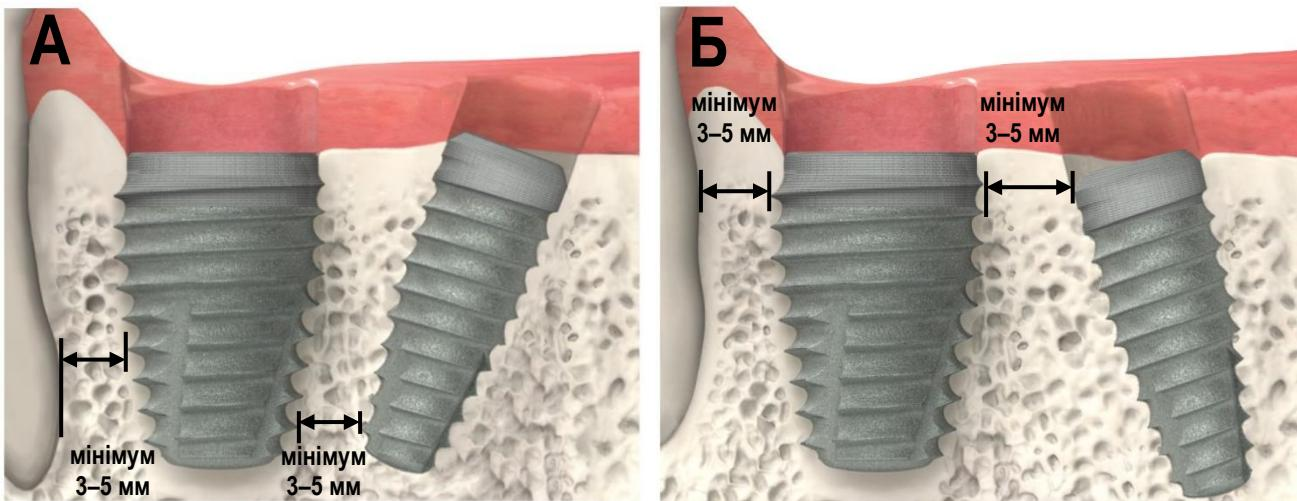

Рисунок 1. Попередження та запобіжні заходи (3)
Зубні імплантати можуть вийти з ладу з ряду причин, включно з перевантаженням через неправильну оклюзію, втомую металу та надмірним затягуванням імплантату під час встановлення. Певний відсоток імплантатів може не досягти остеоінтеграції або не зберегти її, про що свідчиме рухливість, і їх слід видалити. Потенційні причини перелому абатменту включають, крім іншого: вилівок під кутом більше 30 градусів, вилівок з титану за температуру вище 2010 °F (1099 °C), недостатню підтримку імплантату при прикріпленні до пародонтологічно пошкоджених зубів, непасивну посадку супраструктури, неповну посадку цементованих абатментів та надмірний проміжок консольних мостів. Імплантати малого діаметра з кутовими або прямими абатментами призначенні для передньої частини рота і не призначенні для задньої частини рота через можливий вихід імплантату з ладу. Імплантати Коренеподібний IM (Tapered IM) (1) обмежені ділянкою моляра; (2) обмежені лише одним імплантатом на місце видалення моляра; (3) повинні розташовуватися на відстані 3-5 мм від сусідніх імплантатів або зубів, при цьому відстань від апікальної частини імплантату до сусіднього імплантату або точки контакту імплантату з зубом має становити 3 мм до корональної частини альвеолярного гребеня (**Рисунок 1**); (4) має бути щонайменше 1,5 мм від щічної або лінгвальної альвеолярної поверхні, щоб забезпечити адекватну інтеграцію; і (5) використовуються, коли хірург визначив, що розміщення імплантату меншого діаметру збільшить імовірність несприятливого результату через низьку первинну стабільність або збільшення кількості хірургічних процедур, що призведе до ускладнень.